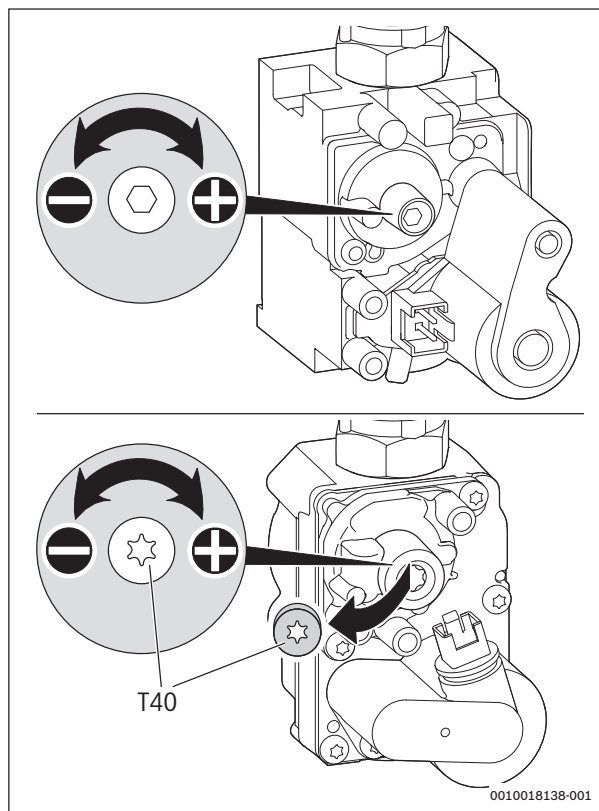

Fig. 36 Réglage de la teneur en CO₂ ou en O₂
- Retirer le scellé sur la vis de réglage du bloc gaz (bloc gaz en bas uniquement dans la fig. 36) et régler la teneur en CO₂ ou en O₂ pour une puissance thermique nominale minimum.